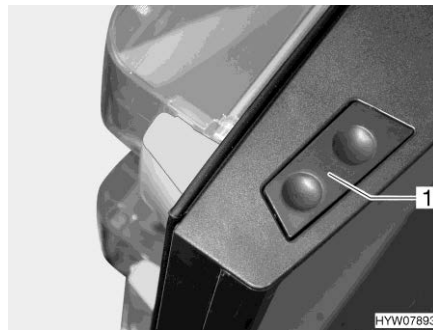

Bild 161 Entriegelungstaste (Kühlschrantür, Dometic 8er-Reihe)
- Öffnen:** ■ Die Entriegelungstaste (Bild 161,1) drücken und die Kühlschrantür öffnen.